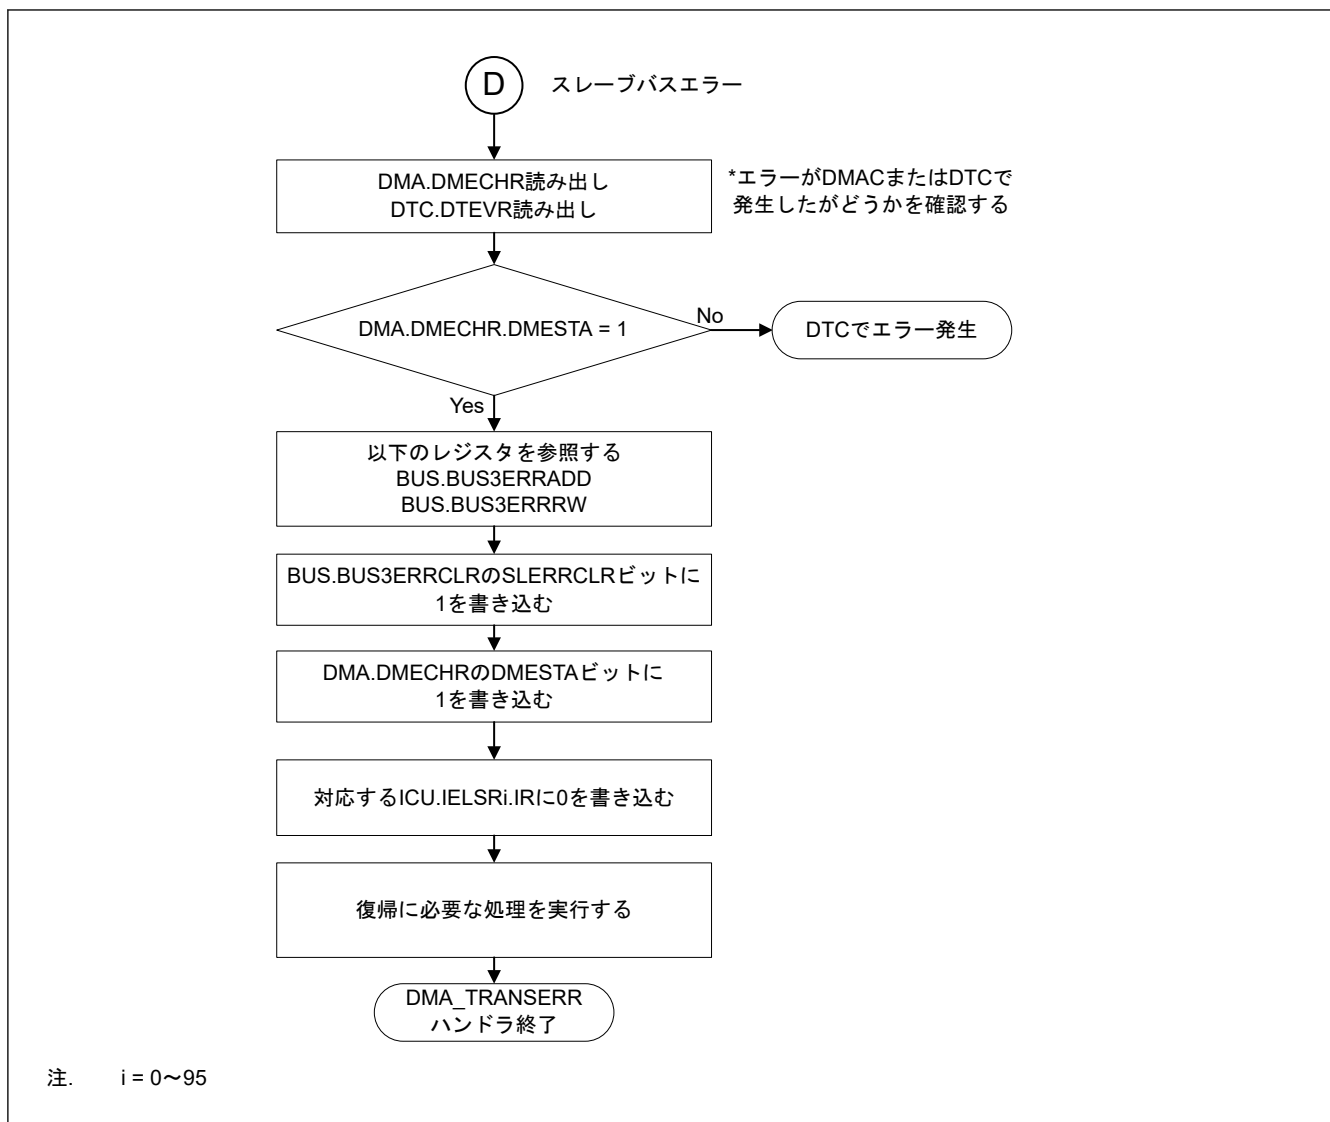

図 15.31 スレーブバスエラーによる DMA\_TRANSERR ハンドラの処理
- 図 15.31 に DMAC のスレーブバスエラーが発生したチャンネルとセキュリティ属性を確認するフローを示します。